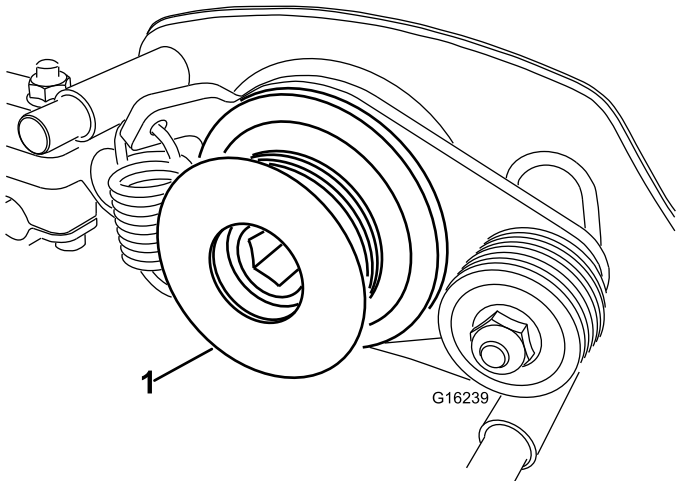

Bild 7
7. Entfernen Sie die angetriebene Groomerscheibe von der Spindelwelle (**Bild 7**).